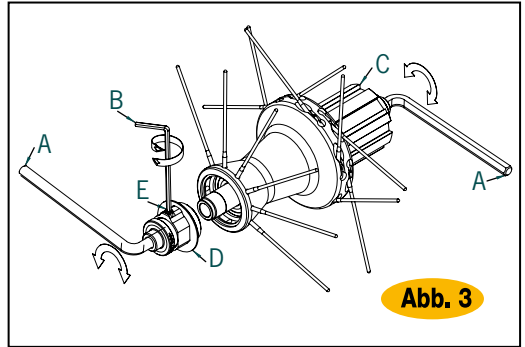

Abb. 3
- Den Zapfen (E) mit einem Inbusschlüssel (B) lockern (Abb.3).
- Den Zapfen (E) wieder schließen.